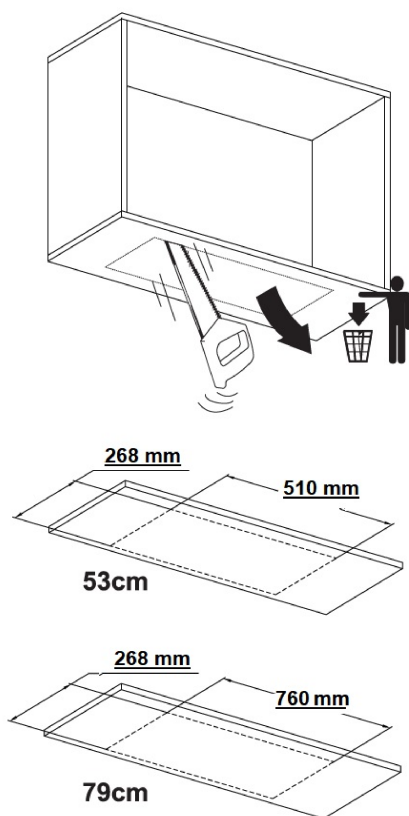

Fig. 14
1. Vær opmærksom på hulmålene Følg anvisningerne: (Fig. 14).